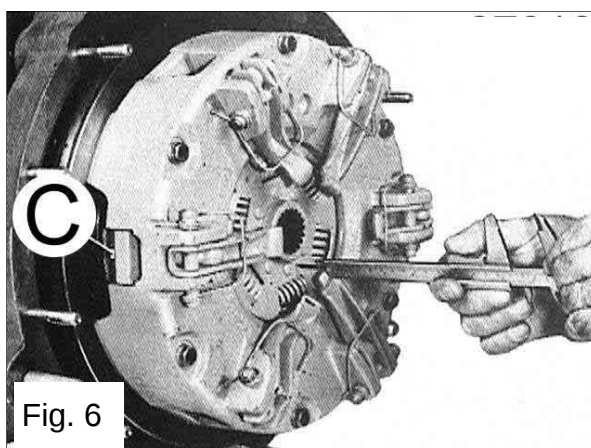

Fig. 6
- aflojar las contratuerzas y operar con las tuercas **C** (fig. 6) hasta lograr la cota indicada;